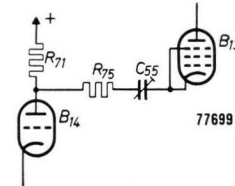
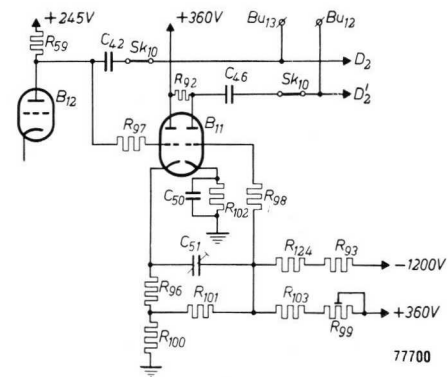

Fig. 6
Fig. 7
Om te voorkomen, dat bij de hoge frequenties superpositie tot stand komt van synchronisatiespanning op tijdbasispanning (waardoor beeldvervalsing zou kunnen optreden), wordt aan de katode van  $B_{13}$  een correctiespanning in tegenfase toegevoerd (afkomstig van  $B_{14}$ , zie fig. 6). Bij kleine amplituden van de tijdbasispanning ( $R_5$  naar links) verdient het aanbeveling om ook de synchronisatiespanning iets te verminderen. Dit kan met behulp van  $R_8$  worden gedaan. De tijdbasispanning wordt van de anode van  $B_{12}$  toegevoerd aan een van de platen voor horizontale deflectie. Om een tegengestelde spanning te krijgen op de andere plaat wordt de anodespanning van  $B_{12}$  (via een katodevolgbuis) ook toegevoerd aan een fase-omkeertrap (fig. 7). De linkertriode van  $B_{11}$  doet dienst als katodevolgbuis en de rechter als omkeertrap. De anode van het rechtergedeelte geeft de spanning af aan de andere plaat voor horizontale deflectie.
**Symmetrische sturing** — Om een goede beeldkwaliteit te verkrijgen wordt symmetrische sturing van de deflectieplaten toegepast. Daarbij wordt de ene plaat juist zoveel positief als de andere negatief wordt (t.o.v. de versnellingsanode  $a_2$ ). Midden tussen de platen is de potentiaal dus gelijk aan de anodepotentiaal. Deze is nul, omdat de anode met aarde is verbonden. De symmetrische sturing voor de horizontale deflectie wordt verkregen door middel van de omkeertrap  $B_{11}$  (fig. 7). Doordat de versterker voor verticale deflectie een balansuitgang bezit, kan de spanning daarvan rechtstreeks aan de platen voor verticale deflectie worden toegevoerd.